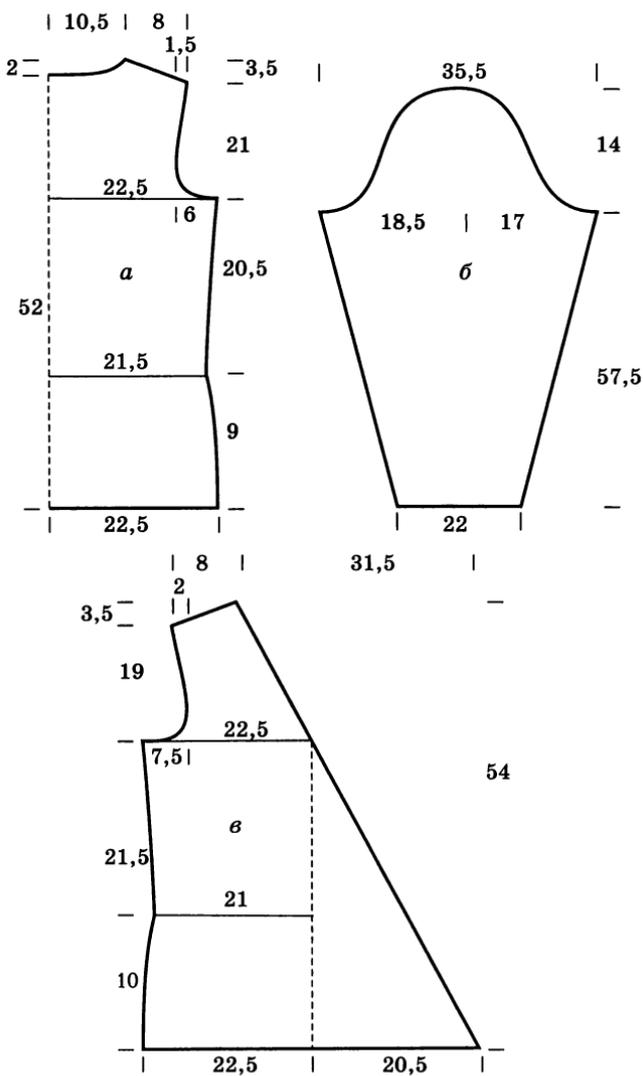

Рис. 68. Выкройки деталей кофточки с глубоким декольте:
**Примерный расчет** (рис. 68):